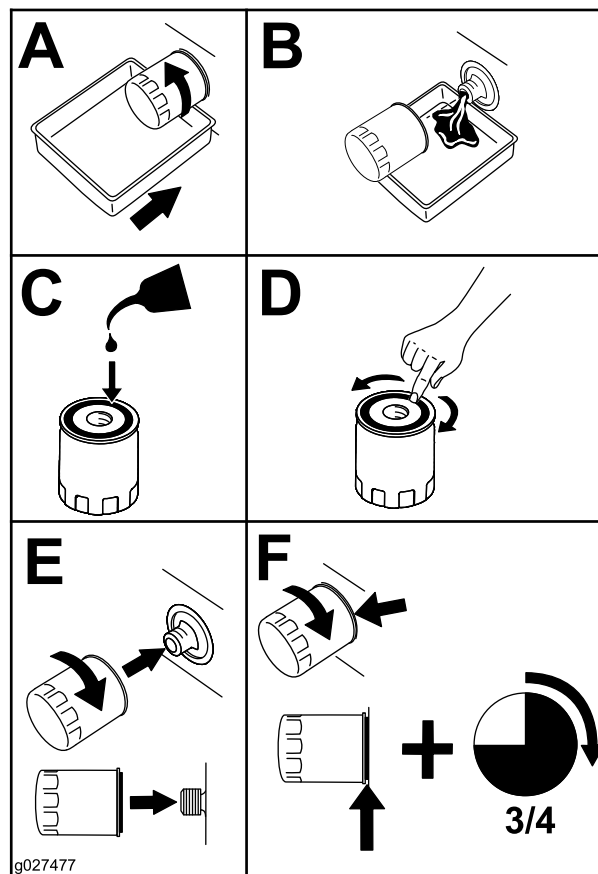

Figura 48
4. Cambiate il filtro dell'olio motore (Figura 48).